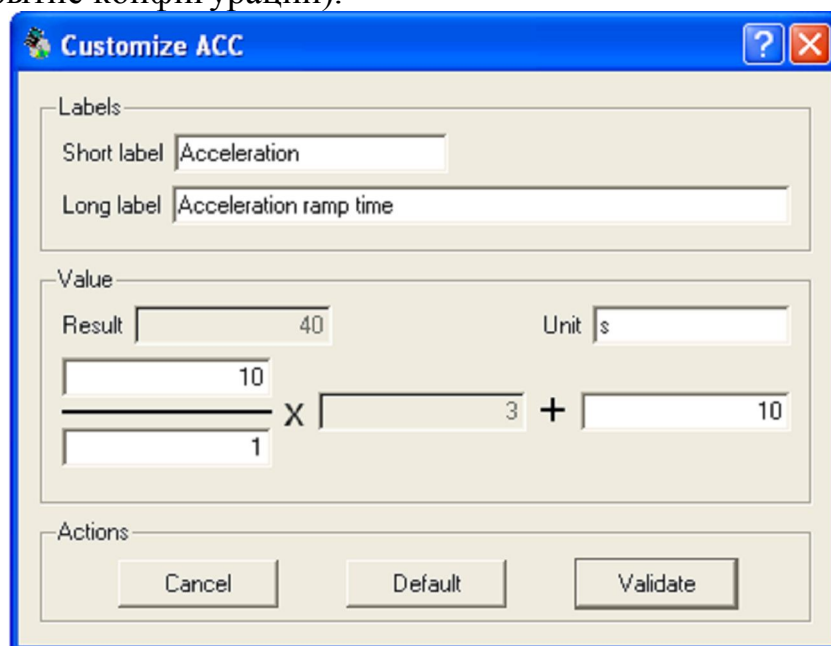

Рис. 2.9 Окно пользовательских параметров *Customize*
Окно пользовательских параметров *Customize* (рис. 2.9) вызывается щелчком по имени параметра в столбце *Short label* или *Long label*.
- заменить имена избранных (до 15) параметров (короткое и длинное) на более удобное для пользователя (поля *Short label* или *Long label* на рис. 2.9);